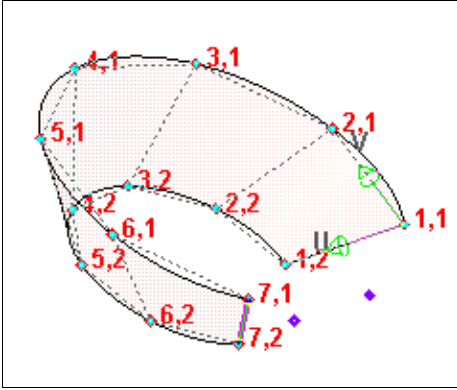

Рис. 30.12. Фантом поверхности по сети точек
- ♦ нажмите кнопку **Закончить ряд**  и укажите точки остальных рядов. Система построит фантом поверхности (рис. 30.12). Если нужной точки в модели нет, то можно ее построить, нажав кнопку **Построение точки**  на панели специального управления. **U** — направление добавления точек, **V** — направление добавления рядов. Замкнем поверхность по направлению **V**. Для этого нажмите кнопку **Редактирование**  для перехода в режим редактирования;